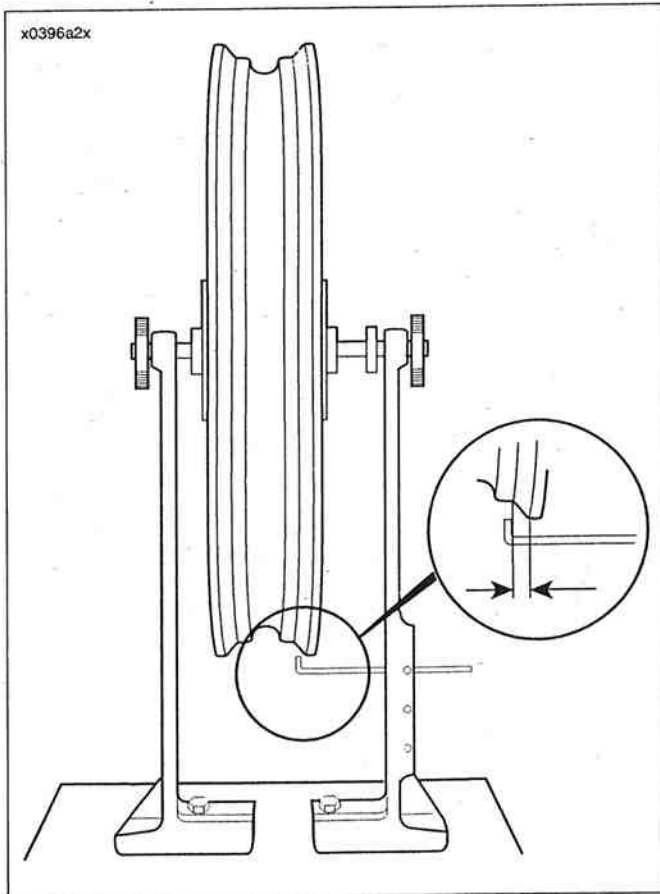

Figura 2-63. Revisión de la desviación lateral del aro fundido
1. Vea la Figura 2-63. Instale el árbol de rectificación en el cubo de la rueda y coloque la rueda en un SOPORTE PARA RECTIFICACIÓN DE RUEDAS (HD-99500-80). Apriete las tuercas del árbol para que la maza gire sobre sus cojinetes. Para comprobar el descentramiento lateral del aro, coloque una varilla indicadora o un indicador de cuadrante cerca del reborde del aro. Si el descentramiento lateral excede los 1,02 mm (0,040 pulg.), reemplace la rueda.